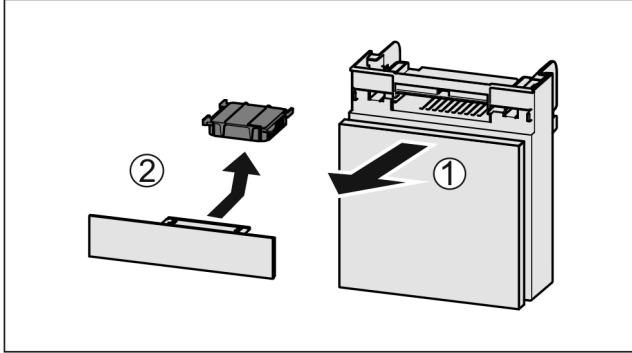

Fig. 139
- Rafı öne doğru dışarı çekin Fig. 139 (1).
- Aktif karbon filtresini çıkarın Fig. 139 (2).